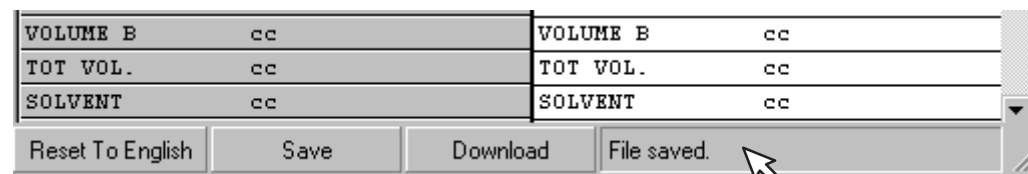

Fig. 13.64
7. Si la sauvegarde est réussie, le message "File saved" apparaîtra en bas à droite de l'écran. Voir Fig. 13.64.